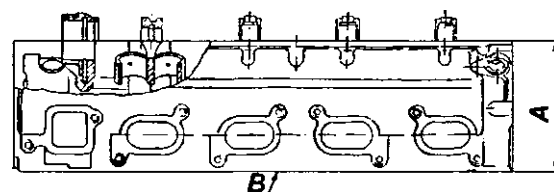

Рис. 4.43. Проверка неплоскостности головки цилиндров
-неплоскостность поверхности "В" (рис. 4.43) с блоком цилиндров. Допустимый зазор 0,15 мм. Зазор измеряется на контрольной плите с помощью щупа. При устранении неплоскостности размер "А" должен быть не менее 142,7 мм.